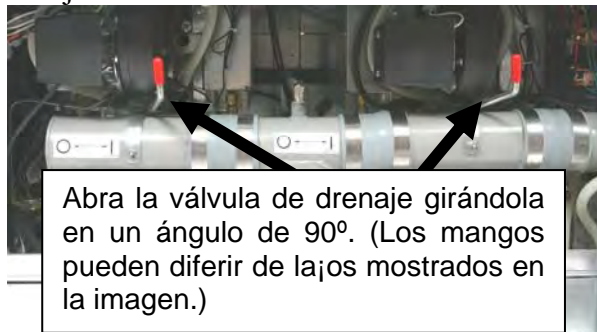

Figura 5
3. Drene el contenido de la olla en la bandeja del filtro girando el mango de la válvula de drenaje en un ángulo de 90° (ver figura 5). Si fuera necesario, use la vara de limpieza *Fryer's Friend* para despejar el drenaje desde el **interior** de la olla.